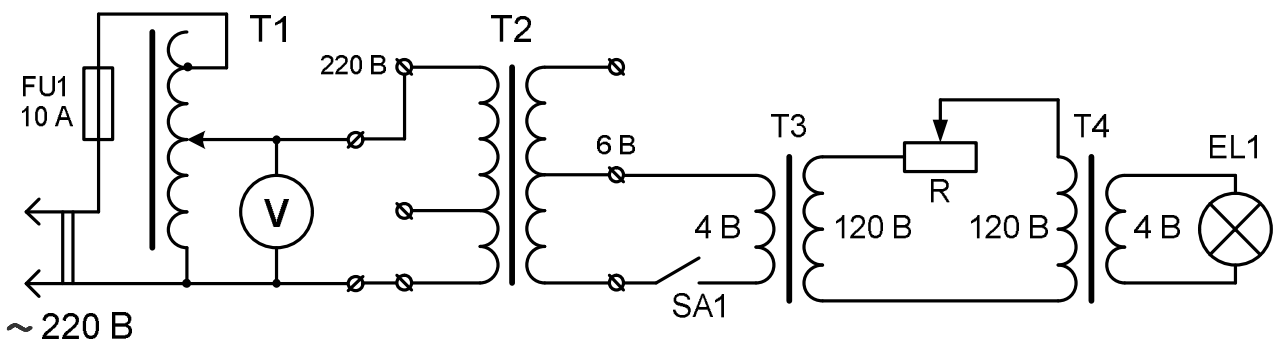

Рис. 16
4. Розмістіть „лінію електропередачі” з реостатом R між двома трансформаторами T3 і T4 (рис. 16). При замиканні ключа SA1 лампочка горить майже з повним розжаренням: втрати електроенергії стали значно меншими.